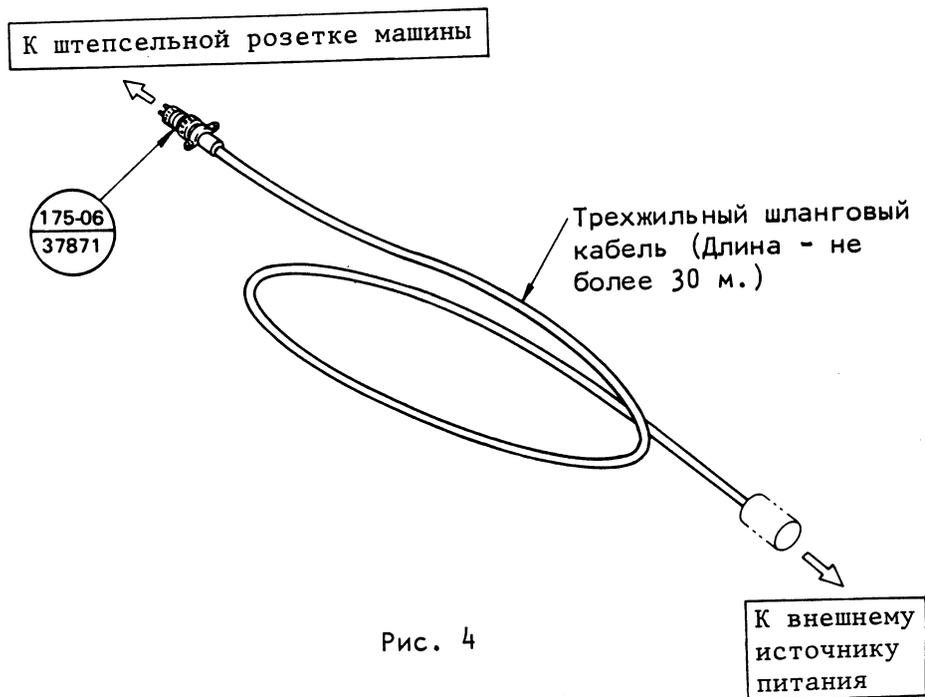

Рис. 4
- (в) Другой конец кабеля обрабатывается под соединение внешнего источника питания. После окончания соединения кабель внешнего источника питания готов. Готовый кабель имеет вид, как показано на рис. 4.